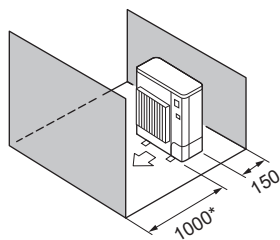

Fig. 2-11
- (5) Hindringer kun foran og bak (Fig. 2-11)